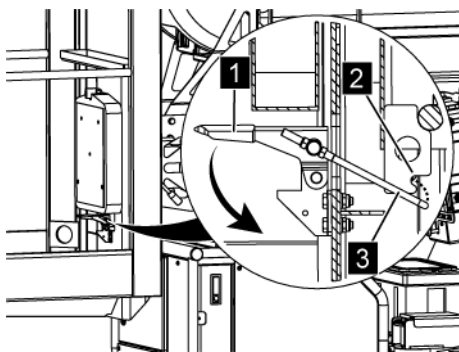

Abb. 162: Arbeitskorb verspannen
6. → Arbeitskorb verspannen. Dazu den Bügel (Abb. 162/3) in die Lasche (Abb. 162/2) einsetzen und den Spannverschluss (Abb. 162/1) durch Herunterdrücken schließen.